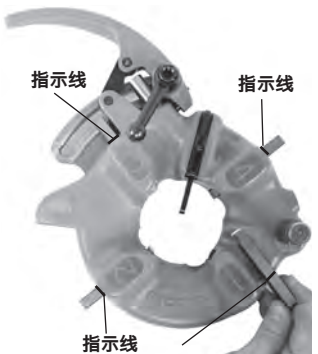

图 12 - 插入板牙
6. 将适当的板牙插入牙模头中，编号边朝上，直到指示线与牙模头边缘平齐 (见图 12)。板牙上的数字必须与牙模头槽上的数字对应。务必成组更换板牙，切勿将不同组的板牙混用。